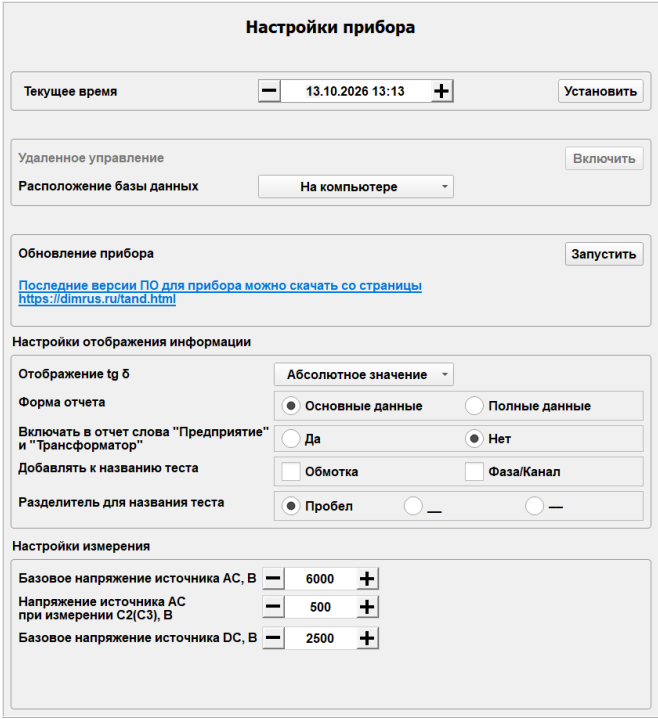

Рисунок 5.1 – Параметры окна «Настройки прибора»
5.3. Расположение базы данных может быть организовано на компьютере (рисунок 5.1) или в приборе, для чего необходимо выбрать в выпадающем списке пункт «В приборе».